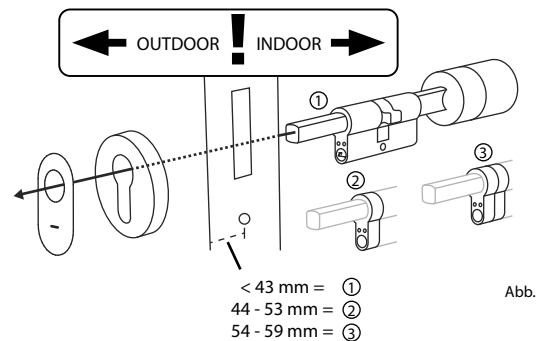

Abb. 8
⑤ Schieben Sie den Zylinder von der Innenseite der Tür aus in das Einsteckschloss der Tür. Schieben Sie die Notschloss-Abdeckung außen auf die Schloss-Welle (Abb. 8).